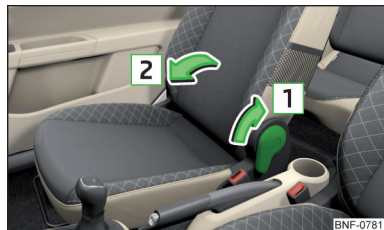

Fig. 53
- › Træk armen i pilens retning **1**, og klap ryglænet fremad i pilens retning **2** for at **klappe det frem** » Fig. 53. Du skal kunne høre, at fastgørelsen går i hak.